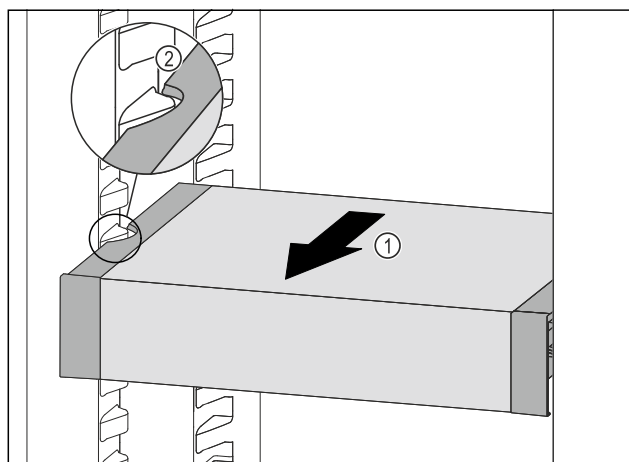

Fig. 82
- VarioSafe naar voren trekken Fig. 82 (1), tot de uitsparingen aan de zijkant van de VarioSafe zich ter hoogte van de rib in het koelgedeelte bevinden. Fig. 82 (2)